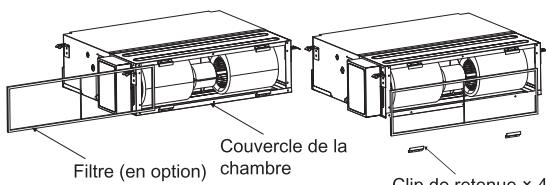

Fig.3.1.2
- (1) Retirez le couvercle de la chambre.
- (2) Remettez le filtre retiré dans le sens indiqué à la Fig. 3.1.2, puis replacez le couvercle de la chambre retiré dans le sens indiqué à la Fig. 3.1.3, reportez-vous à la Fig. 3.1.3 pour le sens du filtre.